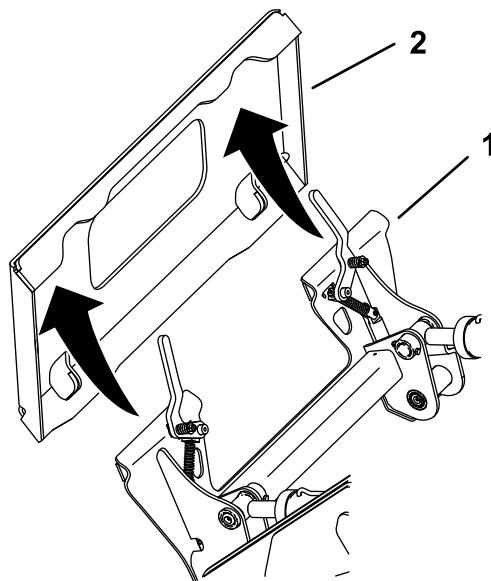

図 55
5. 取り付けプレートをアタッチメント受けプレートの上側にセットする図 55。